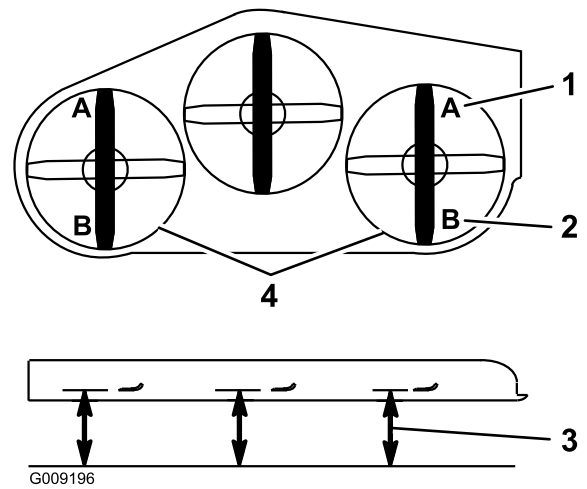

Bild 86
- 9. Messen Sie an beiden Seiten des Mähwerks den Abstand von der ebenen Fläche bis zur vorderen Messerspitze (Stellung A). Der Wert muss mindestens 7,6 cm betragen (Bild 86).
15. Messen Sie an beiden Seiten des Mähwerks den Abstand von der ebenen Fläche bis zur hinteren Messerspitze (Stellung B). Der Wert muss mindestens 8,3 cm betragen (Bild 86).